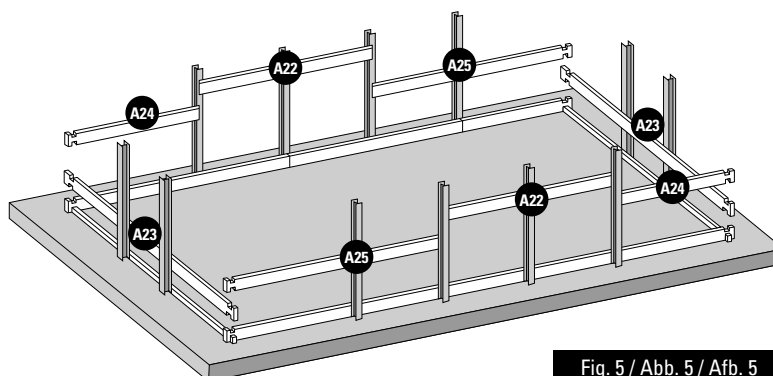

Fig. 5 / Abb. 5 / Afb. 5
**EN** **2nd LAYER OF BOARDS:** • Install the second layer of boards as shown in figure 5. • There is a wooden wedge in the structure packet to correctly assemble the boards. • Never directly hit against the boards. You would damage the pegs and would weaken the structure. Do not hit them with anything metallic. This would inevitably damage the wood. • Try to correctly assemble the boards right from the start. There should not be any space between each layer of boards to avoid maladjustment of the higher boards.
**FR** **2ÈME RANGÉE DE MADRIERS :** • Positionnez les madriers de la deuxième rangée conformément à la figure 5. • De manière à emboîter correctement les madriers, une cale en bois est à votre disposition dans le colis de structure. • Ne pas taper directement sur les madriers. Cela abîmerait les languettes et nuirait à la solidité de la structure. • Ne pas frapper avec une pièce métallique. Cela détériorerait le madrier irrémédiablement. • Veillez à emboîter bien à fond les madriers dès le départ. Il ne doit pas y avoir d'espace entre chaque rangée pour éviter un décalage au niveau des madriers supérieurs.
**DE** **2. BRETTERRIHE:** • Platzieren Sie die Bretter der zweiten Reihe laut Abb. 5. • Um die Bretter richtig anbringen zu können, finden Sie einen Holzkeil im Paket des Tragwerks. • Nicht direkt auf die Bretter klopfen. Das würde die Zapfen und die Festigkeit des Tragwerks beschädigen. • Nicht mit einem Metallteil darauf klopfen. Es würde das Holz unabänderlich beschädigen. • Versuchen Sie, die Bretter von Anfang an tiefgehend ineinander zu fügen. Zwischen den Reihen darf kein Platz sein, um eine Fehlanpassung der oberen Bretter zu vermeiden.
**NL** **2ª RIJ PLANKEN:** • Plaats de planken van de tweede rij zoals aangegeven op afbeelding 5. • Om de planken correct te assembleren, zit er een houten wig in het pakket van het frame. • Sla niet direct op de planken. Daardoor gaan het profiel kapot en wordt de stevigheid van het frame ondermijnd. • Sla er niet direct op met metaal. Hierdoor raakt het hout onherstelbaar beschadigd. • Zorg ervoor dat de planken vanaf het begin stevig op elkaar aansluiten. Er mag geen ruimte tussen de rijen overblijven, om te voorkomen dat de bovenste houtdelen onregelmatig uitkomen.